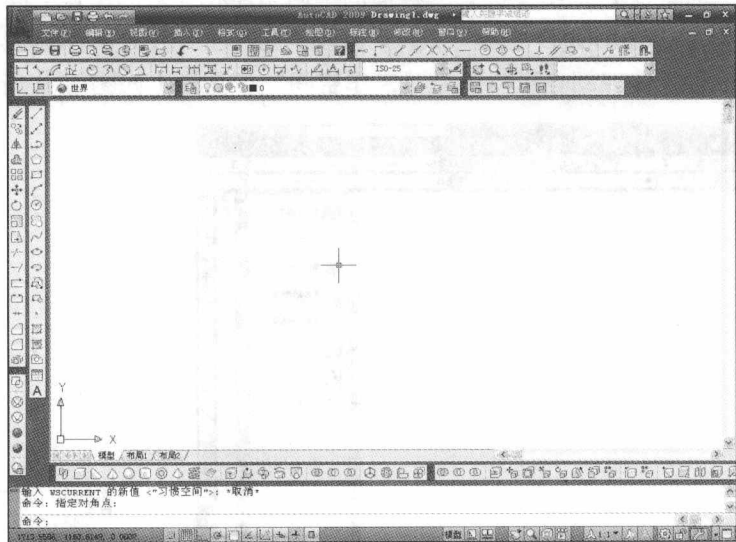

图 1-1 新创建工作空间效果图
将工作空间从默认空间转换到“AutoCAD 经典”工作空间，并在该空间下创建一个名为“习惯空间”的工作空间，结果如图 1-1 所示。
(4) 单击“工具>工作空间>将当前工作空间另存为”命令，弹出“保存工作空间”对话框，输入名称“习惯空间”后，单击保存按钮进行保存，结果如图 1-1 所示。